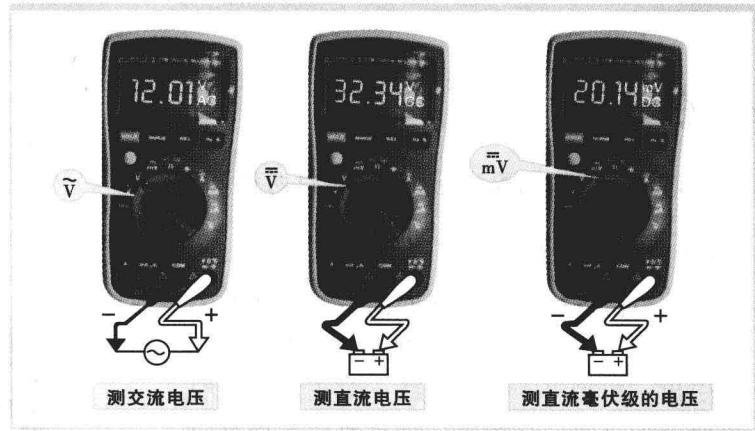

图1-14 测量交流和直流电压
(1) 数字万用表的使用
① 测量交流和直流电压
- 将旋转开关转到 \tilde{V} 、 $\tilde{\tilde{V}}$ 或 mV ，选择交流电或直流电，如图1-14所示。